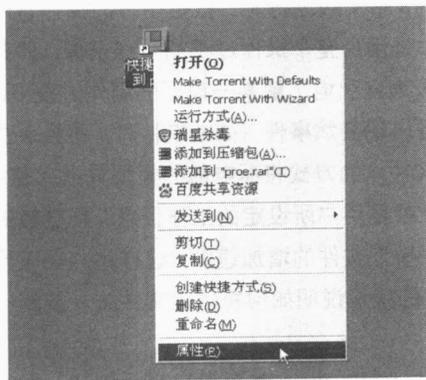

图 1-1
- ① 首先在桌面图标上右击，在弹出的菜单中选择“属性”命令，如图 1-1 所示。